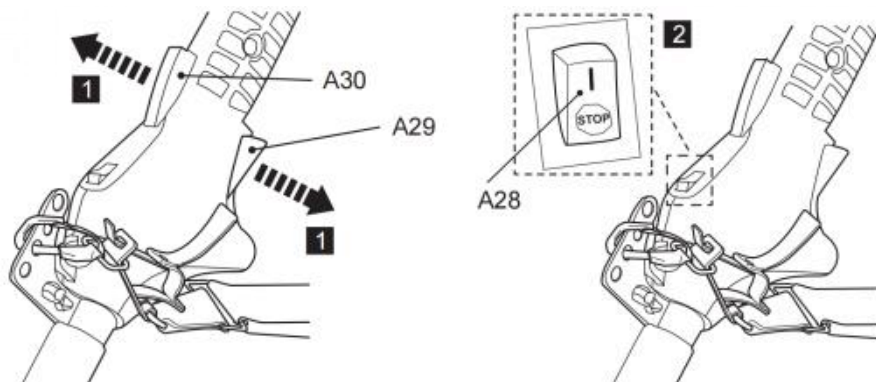

Fig. 42
2. Ställ tändningslåset (A28) i läge "STOP" (bild 42).